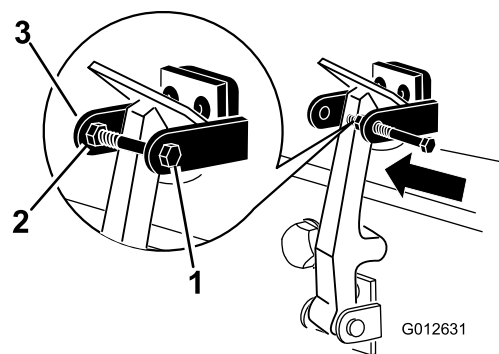

**Figura 7**
7. Agganciate il fermo sulla relativa staffa (Figura 7).